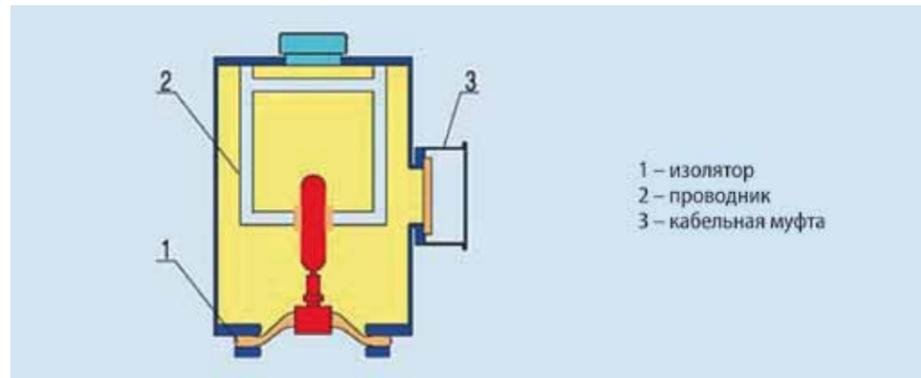

Рис. 4.7 Трансформатор напряжения КРУЭ
4.7.1 Трансформатор напряжения имеет камеру элегаза SF₆. Может устанавливаться вертикально по направлению вверх или вниз. Проводник высокого напряжения соединяется с первичной обмоткой, опирающейся на изолятор. Для изоляции первичной обмотки используется элегаз SF₆. Линия вторичного подключения выведена через уплотненную кабельную муфту (см. рис. 4.7).